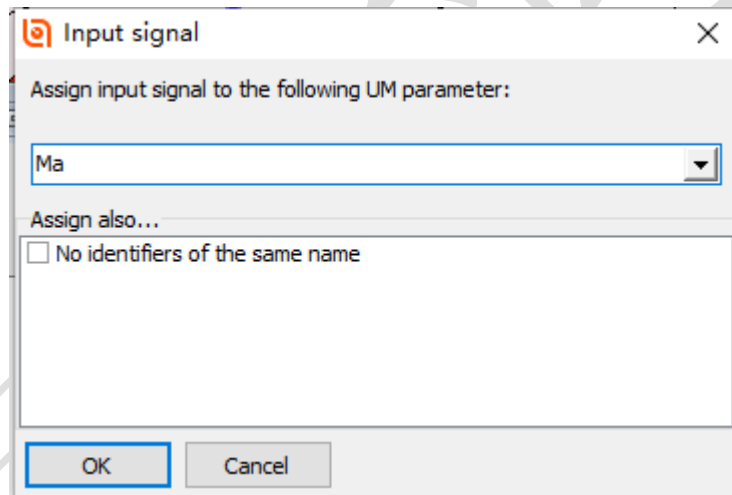

图 4.12 定义输入信号
2. 从下拉菜单选择 **Ma** 参数，点击 **OK**，如图 4.12 所示。